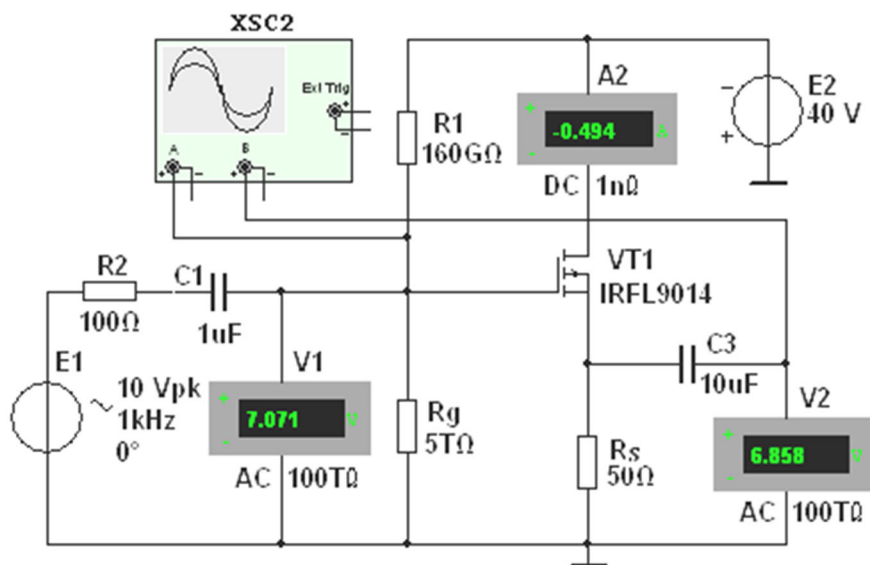

Рис. 24.13
**Задание 2.** Открыть файл **24.13.ms10**, размещённый в папке **Circuit Design Suite 10.0** среды MS10, или **собрать** на рабочем поле среды MS10 **схему для испытания истокового повторителя на полевом транзисторе** (рис. 24.13) и **установить** параметры компонентов схемы
**2.1.** Схема **истокового повторителя** (рис. 24.13) собрана на полевом транзисторе с изолированным затвором и *p*-каналом типа **IRFL9014** с параметрами:  $U_{C.max} = -40$  В;  $I_{C.max} = -1,8$  А;  $U_{з.нор} = -3,88$  В;  $S = 1300$  мА/В. Резистор нагрузки **Rs** включен в цепь истока, а сток по переменной составляющей тока соединён с общей точкой **0** усилителя. Выходное напряжение  $u_{вых}$  совпадает по фазе с входным напряжением  $u_{вх}$ , а его значение  $u_{вых} \approx (0,9 \dots 0,99)u_{вх}$ .